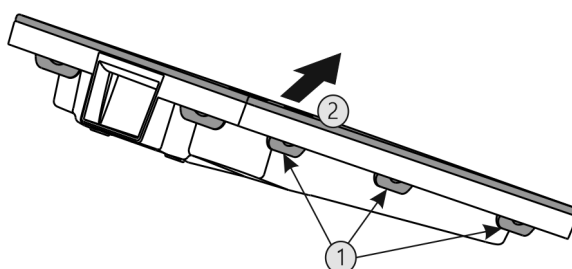

Fig. 32
- ▶ Stlačte za sebou všechny západky Fig. 32 (1) a sejměte kryt Fig. 32 (2).